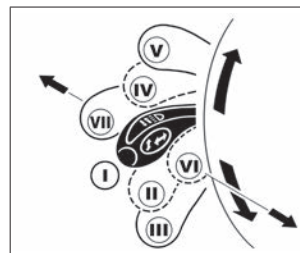

Рис. 32. Рычаг переключателя световой сигнализации
**I** (рис. 32) – **нейтральное положение**. Включен ближний свет фар, если переключателем наружного освещения включен свет фар.